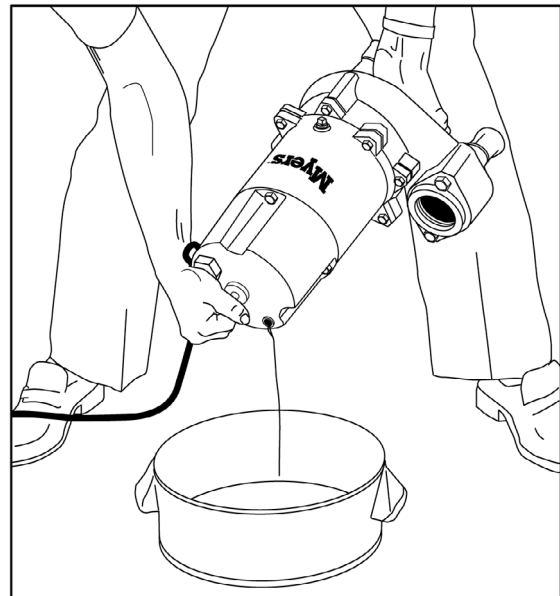

FIG. 8
1. Saque el tapón de llenado de aceite en la parte superior del motor y vierta el aceite hacia afuera. Fig. 8